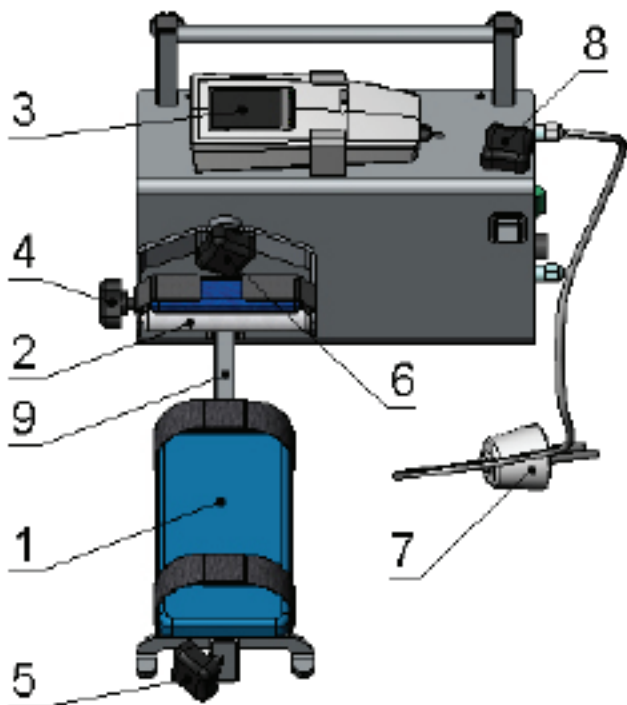
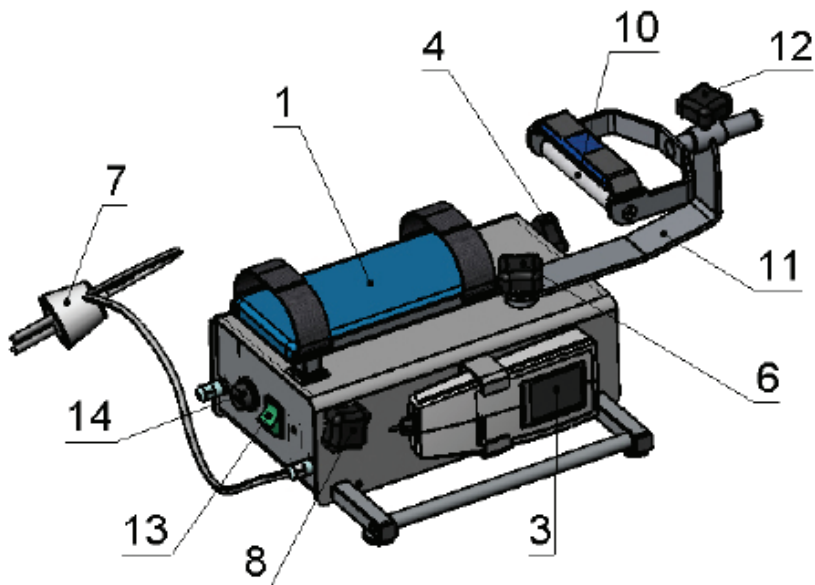

Рисунок 4.1 – Основные функциональные элементы Аппарата в положение для пронации/супинации.
Рисунок 4.2 – Основные функциональные элементы Аппарата в положении для сгибания/разгибания и девиации.
4.2 Основные функциональные элементы Аппарата (см. рис.4.1, рис. 4.2):
Рис. 4.1 Аппарат в положении для пронации/супинации включает: 1.Лоток предплечья.2. Ручка пронации/супинации. 3. Пульт управления. 4. Фиксатор для стойки пронации/супинации.
Рис. 4.2 Аппарат в положении для сгибания/разгибания и девиации включает: 3. Пульт управления.4. Фиксатор для стойки пронации/супинации. 6. Фиксатор для ручки пронации/супинации и для водило сгибания/разгибания и девиации. 7. Сетевой кабель. 8. Фиксатор высоты лотка предплечья для сгибания/разгибания и девиации. 10. Ручка для сгибания/разгибания и девиации. 11. Водило сгибания/разгибания и девиации. 12. Фиксатор высоты ручки сгибания/разгибания и девиации. 13. Выключатель «ON/OFF»(сеть). 14. Порт USB.